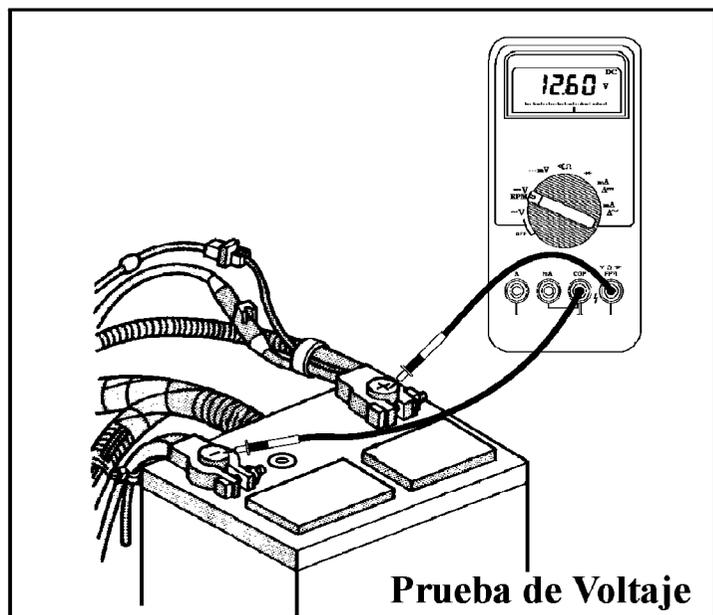

Figura 1
Con un DVOM fijado para medir voltaje DC, mida el voltaje de la batería colocando el cable negro del metro al terminal negativo, y el cable rojo al terminal positivo como se ve en la figura 1.
**TERCER PASO:** Conecte el voltímetro a la batería como se ve la figura 1, y encienda el vehículo. Encienda las luces delanteras y el motor del ventilador para ponerle una carga al sistema eléctrico. Aproximadamente 13.5 a 14.4 voltios deben ser vistos (Vea la figura 3). Si se ven 15 o más voltios, eso podría indicar que el alternador está sobrecargando y esto resultaría en un comportamiento errático de la computadora. Este problema debe ser corregido antes de proseguir al siguiente paso.